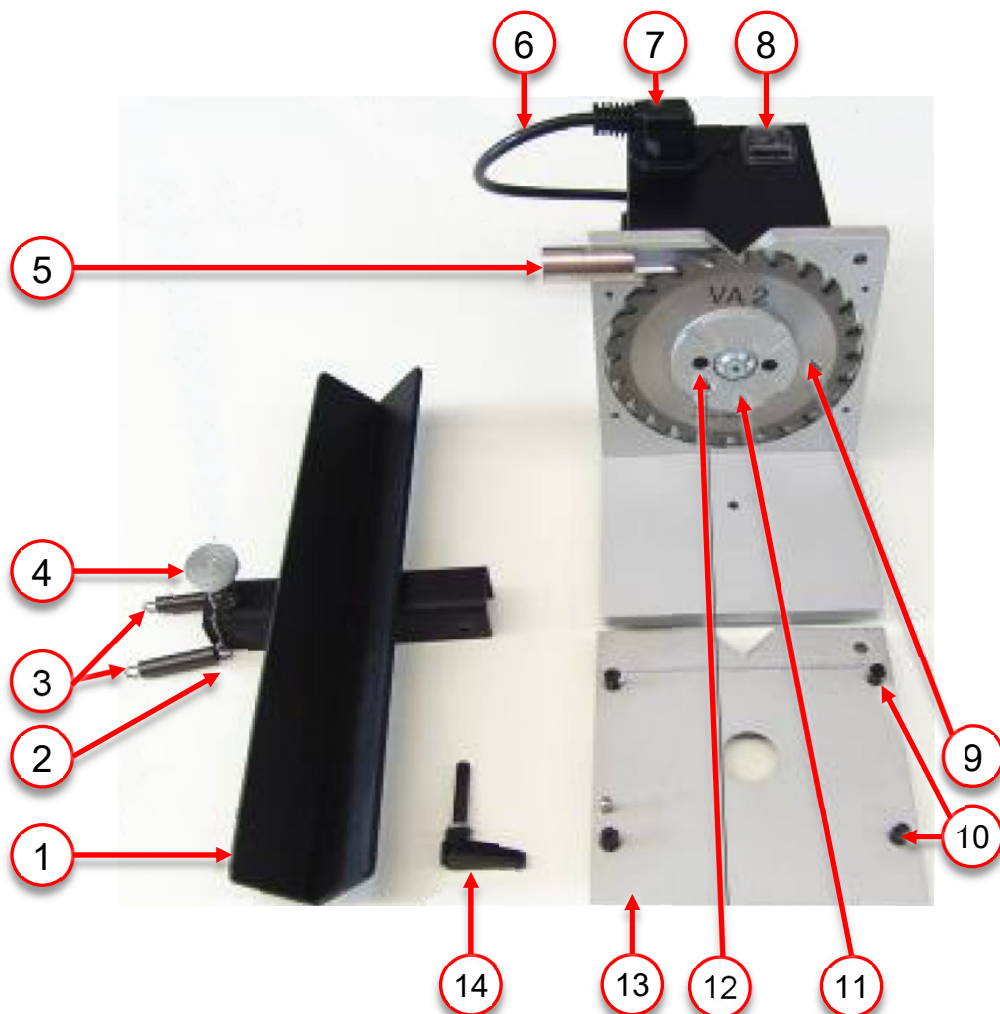

Abbildung 13 Fräsblatt tauschen
1. Sicherstellen, dass der Kantenfräsapparat am Kippschalter (Pos. 8, Abbildung 13) ausgeschaltet ist.
3. Netzstecker (Pos. 7, Abbildung 13) abziehen.
4. Feststellschraube (Pos. 14, Abbildung 13) herausschrauben und Winkel (Pos. 1, Abbildung 13) von Fräsergehäuse entfernen.
5. Alle vier Schrauben M4x16 (Pos. 10, Abbildung 13) von Fräsergehäuse vorne (Pos. 13, Abbildung 13) lösen, entnehmen und sicher verstauen.
6. Fräsergehäuse vorne (Pos. 13, Abbildung 13) abnehmen und zur Seite legen.
7. Beide Schrauben M4x16 des Aufnahmedeckels (Pos. 10, Abbildung 13) lösen, entnehmen und sicher verstauen.
8. Aufnahmedeckel (Pos. 11, Abbildung 13) abnehmen.
9. Gebrauchtes Fräsblatt (Pos. 9, Abbildung 13) vorsichtig herausnehmen und entsorgen.